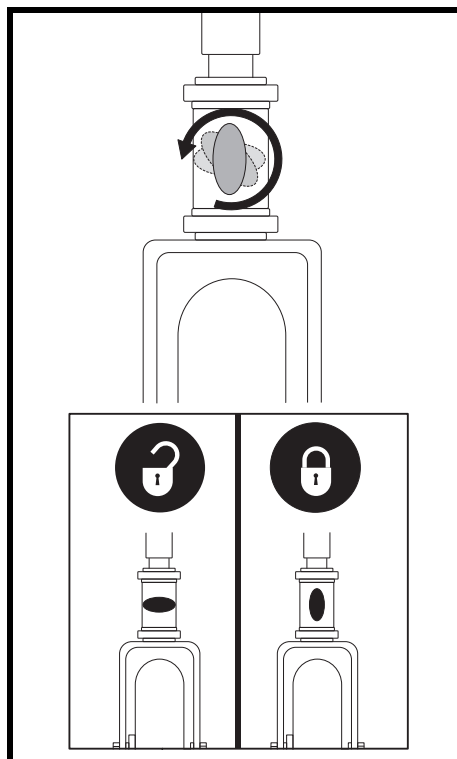

Figure 21. Bouton de verrouillage du guidon (Seulement les Modèles 93 et 104)
1. Retirez la clé du contact. *Pour les modèles 93 et 104*, pour bloquer le guidon en ligne droite, pesez sur le bouton et tournez-le 90° dans le sens des aiguilles d'une montre. **Voir la figure 21.** La roue avant doit faire face à l'avant afin de pouvoir bloquer le guidon.